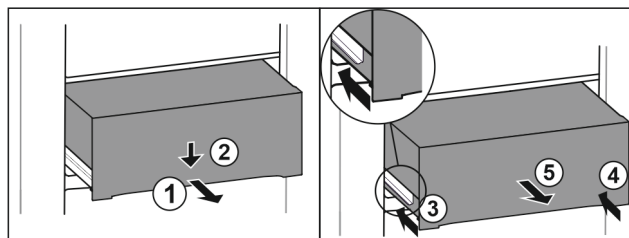

Fig. 146
- Tërhiqni jashtë sirtarin deri në gjysmë. Fig. 146 (1)
- Shtypni për poshtë sirtarin në pjesën përpara. Fig. 146 (2)
- Shtyni brenda shinën e majtë rreth 2 cm. Fig. 146 (3)
- Shtyni brenda shinën e djathtë rreth 2 cm. Fig. 146 (4)
- Hiqeni sirtarin nga përpara. Fig. 146 (5)